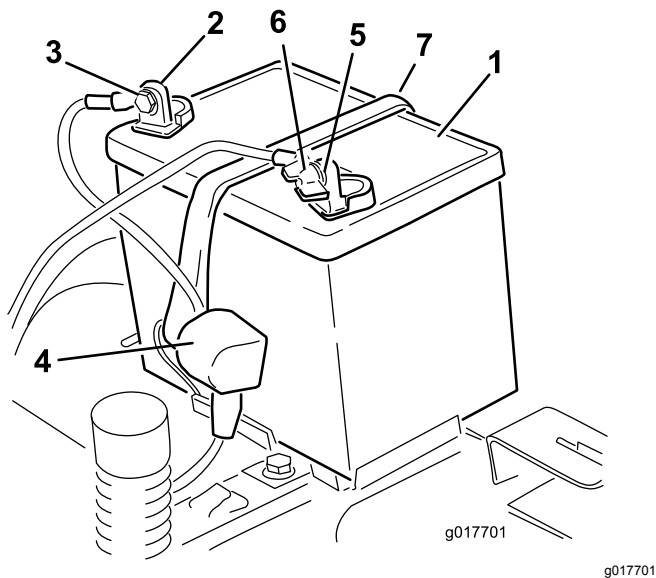

Figura 48
4. Desligue o cabo negativo (preto) do pólo da bateria (Figura 48).
6. Desligue o cabo positivo (vermelho) do pólo da bateria (Figura 48).
7. Retire o suporte da bateria (Figura 48) e levante a bateria para a retirar da respectiva plataforma.
1. Posicione a bateria no tabuleiro (Figura 48).
5. Prenda a bateria ao suporte (Figura 48).